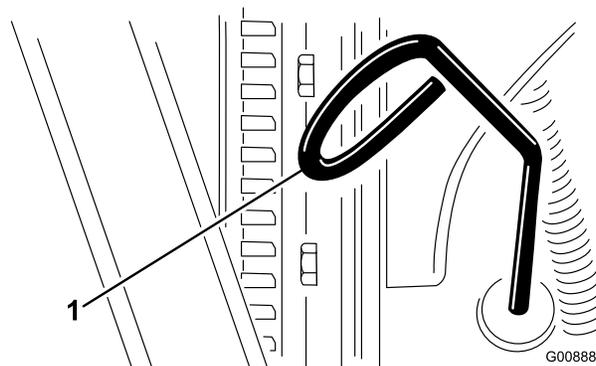

Figure 17
2. Retirez la jauge (Figure 17) et essuyez-la sur un chiffon propre.